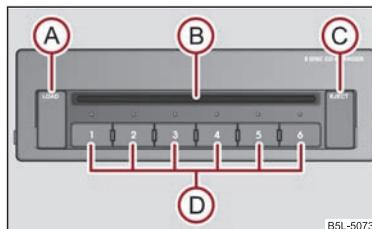

Fig. 126 Cambia CD
- Con un tocco, premere il tasto **(A)** ⇒ pag. 131, fig. 126 e inserire il CD (Compact Disk) nel vassoio CD **(B)**. Il CD viene caricato automaticamente nella posizione libera più bassa del cambia CD. Il diodo luminoso del tasto **(D)** smette di lampeggiare.